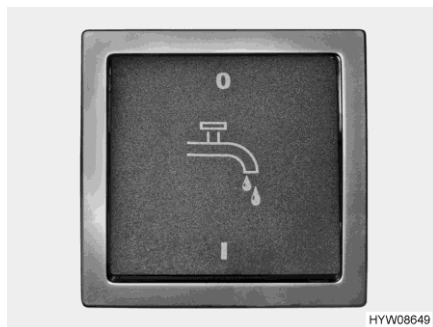

Fig. 147 Interruptor (bomba de agua)
- ▷ Antes de poder utilizar la grifería para agua, deberá estar conectada la alimentación de 12 V en el panel y la bomba de agua en el interruptor (Fig. 147). De lo contrario la bomba de agua no funciona.